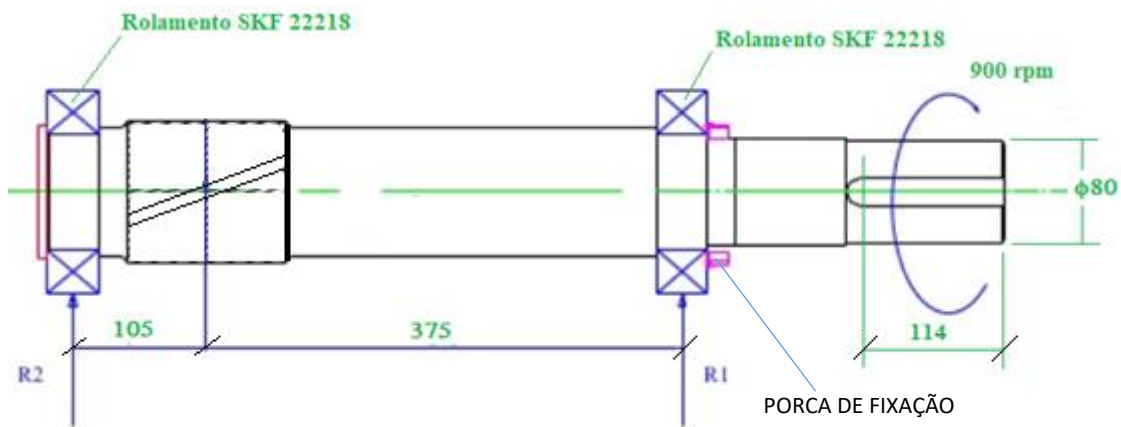
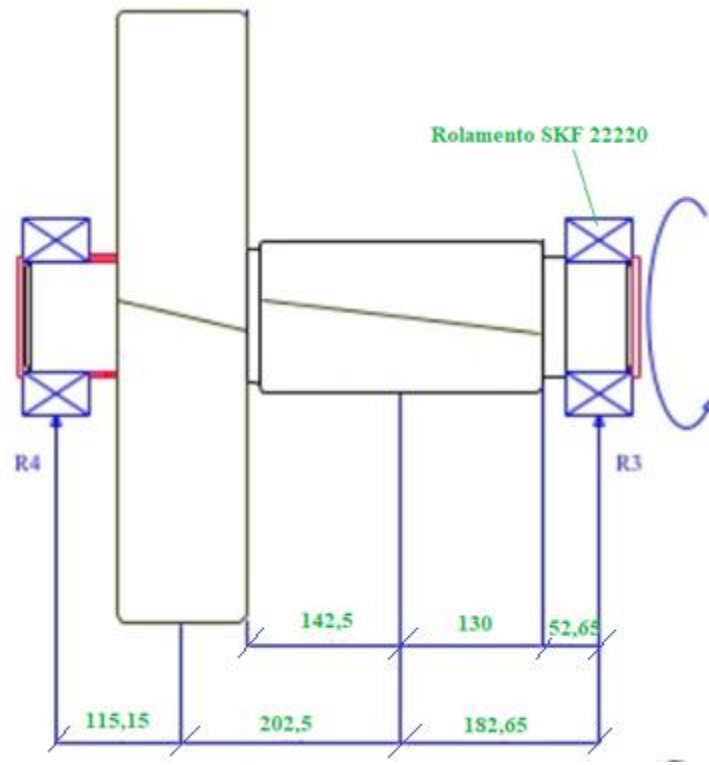
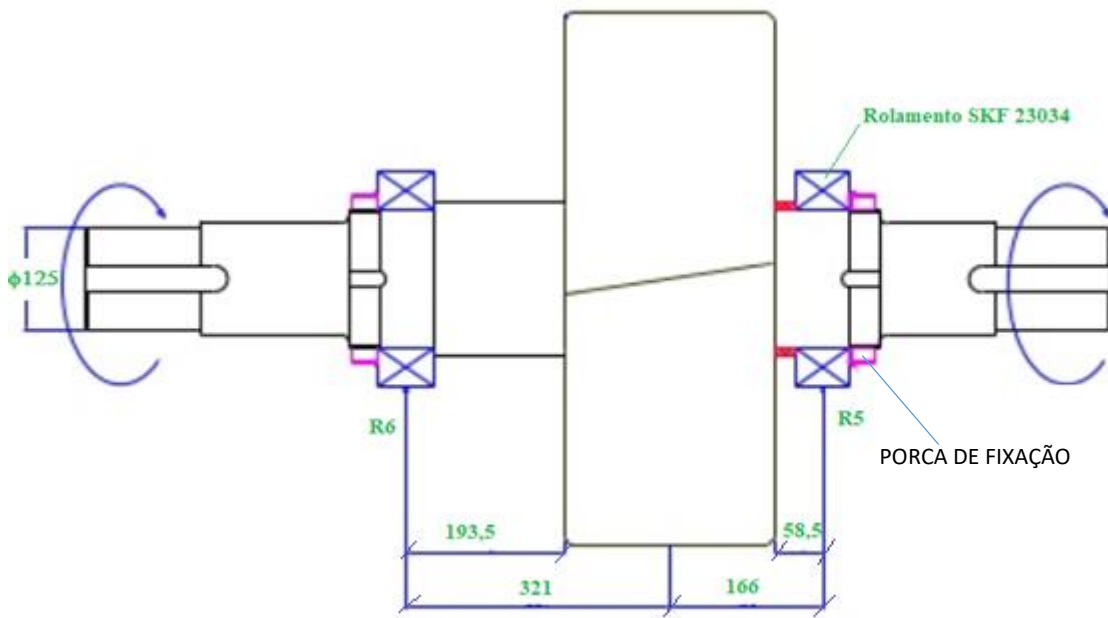

Figura 3 – Eixo de entrada do redutor.
Figura 4 – Eixo intermediário.
Figura 5 – Eixo de saída do redutor.
Os eixos de entrada, intermediário e de saída do redutor estão representados esquematicamente na **Figura 3**, **Figura 4** e **Figura 5**, respectivamente.
- d. No eixo intermediário do redutor, com duas engrenagens, monte as engrenagens de modo que a direção dos ângulos de hélice compense a força axial. **Figura 4**.